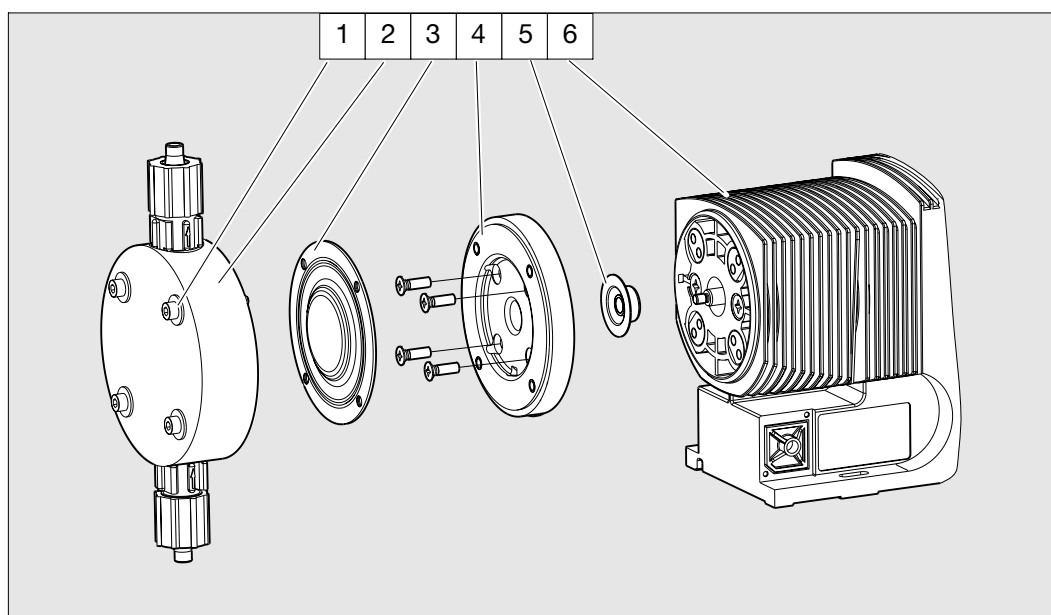

Fig. 22
- Rimuovere la testata dosatrice (2) con la vite (1) dalla pompa (vd. fig. 22).
- Solo modello 0232: rimuovere le viti del disco di regolazione (4) sotto la membrana (3).
- Le viti (1) devono inserirsi nei fori della membrana (3), ma non sul disco di fissaggio.
- Tenere l'alloggiamento (6) con una mano e con l'altra serrare la membrana (3) tra la testata dosatrice (2) e il disco di testa (4); allentare la membrana (3) dall'asse motore con una leggera rotazione in senso antiorario della testata dosatrice (2) e del disco di testa (4).
- Rimuovere la testata dosatrice (2) con le viti (1) dalla membrana e svitare completamente dall'asse motore.
- Rimuovere il disco di testa (4) dall'alloggiamento (6).
- Controllare le condizioni della membrana di sicurezza (5) e se necessario sostituirla.
- Spingere la membrana di sicurezza (5) sopra l'asse motore finché non è ben piatta in posizione sopra l'alloggiamento della pompa (6) – non oltre!
- Avvitare la nuova membrana (3) con cura fino all'arresto sull'asse motore: questa operazione deve essere effettuata con precisione per garantire una misurazione corretta!